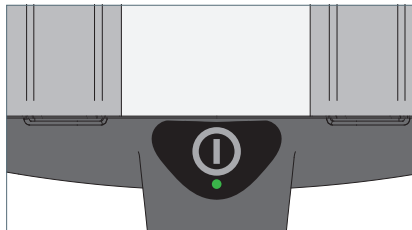

Fig. 3: Tasto.
- Premere il tasto, vedi Fig. 3.
- Premere il tasto e tenerlo premuto, vedi Fig. 3.